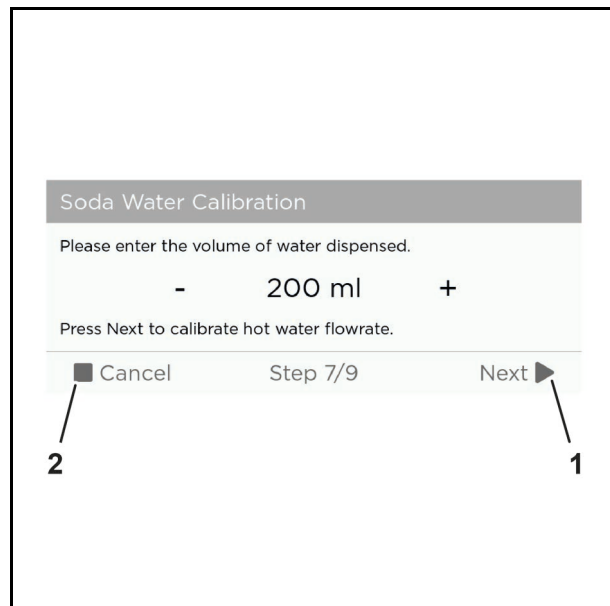

Abb. 70 Beispielgrafik
18. Tippen Sie auf die Schaltfläche "Next" (Abb. 70/1), um mit der Kalibrierung fortzufahren oder "Cancel" (Abb. 70/2), um die Kalibrierung abzubrechen.